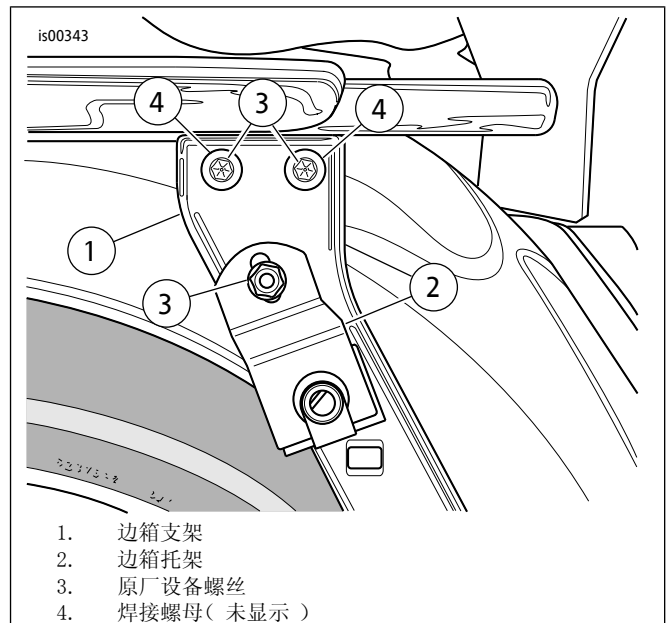

图3。原厂设备螺丝(显示左侧)
7. 参见图3。从摩托车的每一侧卸下现有螺丝(3),并丢弃。